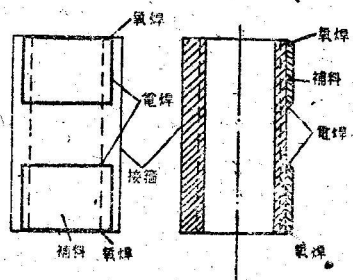

图 6
3. 將补料根据部位不同分別用电焊和气焊，焊在接箍的磨損处即可。接箍上下端的焊接应用气焊（因用电焊易燒坏絲扣）側面可用电焊（见图 6）。